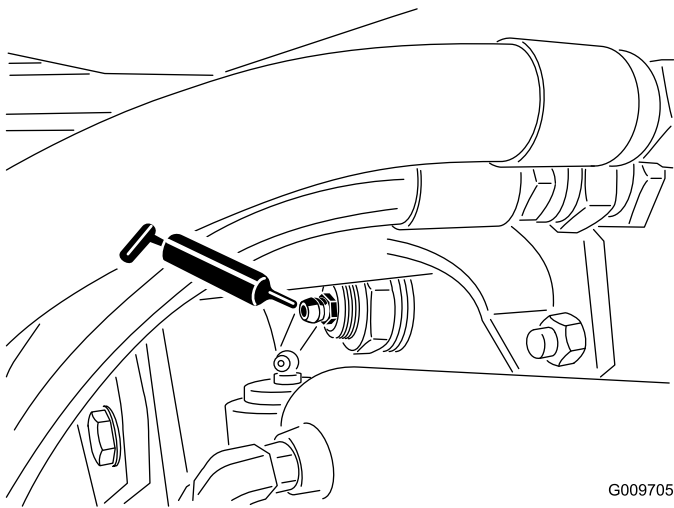

Bild 42
- Hinterachse-Drehbüchsen (2) (Bild 42)